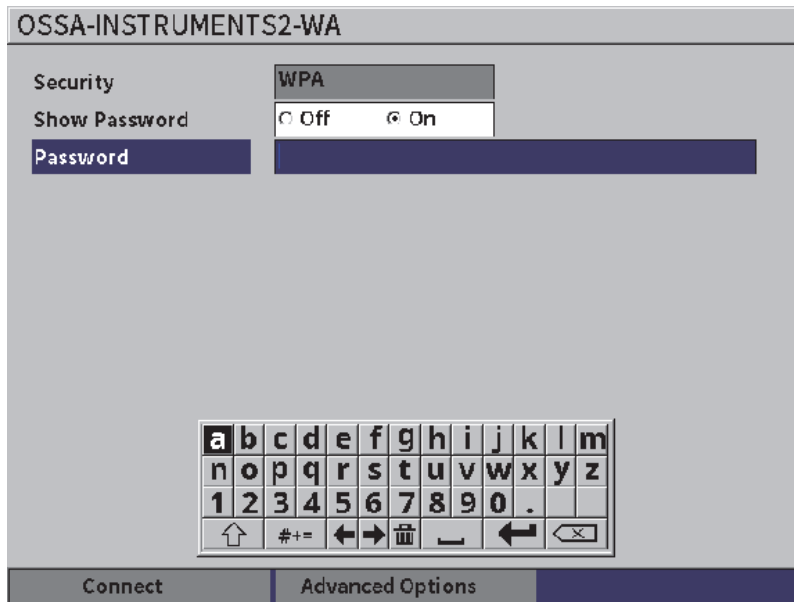

Abbildung 10-2 Anmeldefenster
- a) Erfordert das von Ihnen ausgewählte Netzwerk ein Passwort, wird das Anmeldefenster für dieses Netzwerk angezeigt (siehe Abbildung 10-2 auf Seite 171):
- (1) Wählen Sie das Feld **Passwort** aus und geben Sie ein Passwort ein. Heben Sie dann **Verbinden** hervor.
- (2) Drücken Sie **Enter**, um die Verbindung herzustellen.